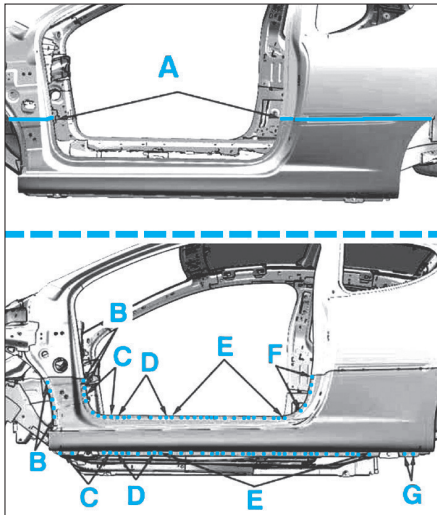

FIG. 29
- Poser et souder la pièce neuve aux endroits indiqués A, B, C, D, E, F et G (Fig.29).